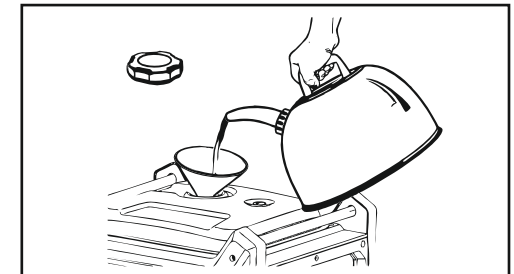

Рисунок 28 – Уровень топлива
• Постепенно заливайте бензин в горловину бака. **Будьте осторожны, не переполняйте бак!** (Рис. 28)